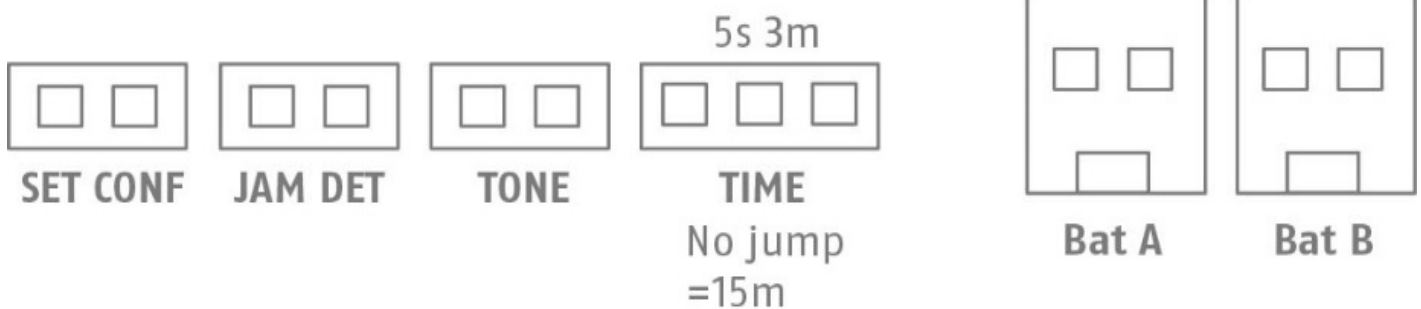

Fig. 3: Jumper og tilslutninger
- Sæt alle jumpere i sirenen på de ønskede steder (se fig. 3).